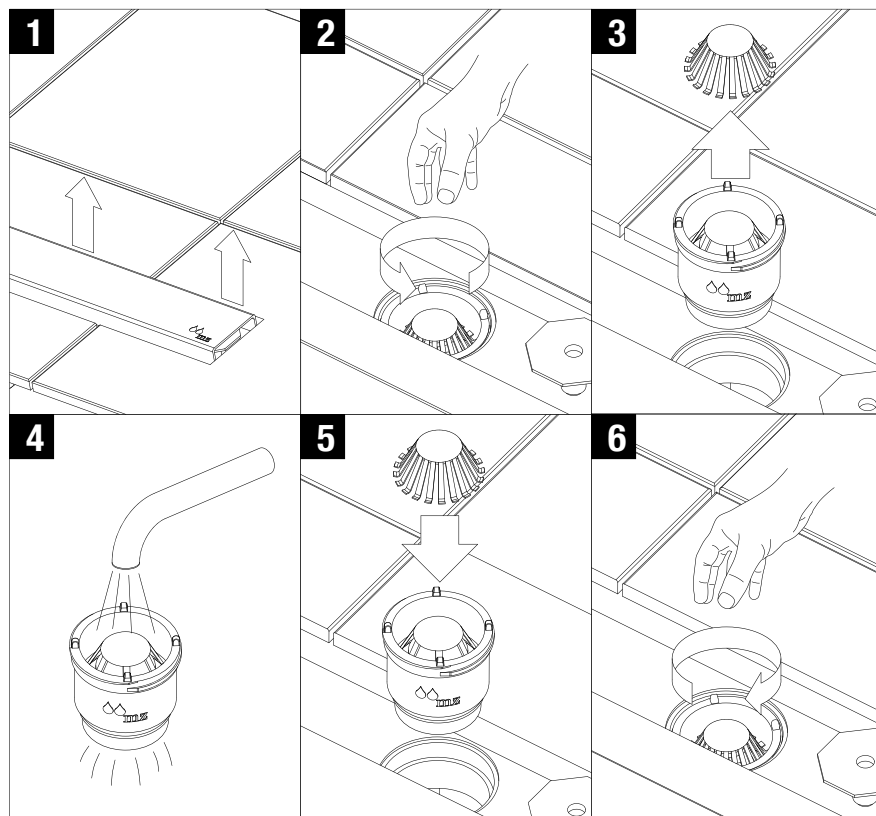
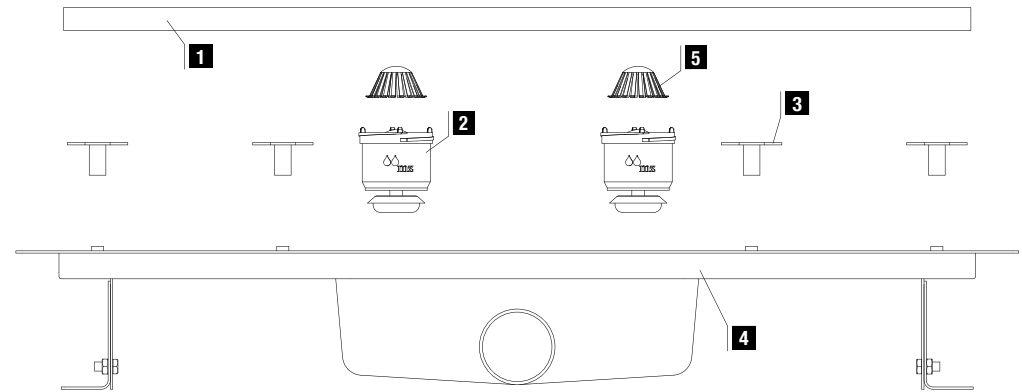

Fig.21
Fig.20
Antes de comenzar el trabajo de albañilería desmontar las válvulas (Fig.20, pieza 2) y guardar hasta que todo el trabajo esté terminado para evitar dañarla (ver Fig.21, puntos 1, 2, 3). Volver a colocar al terminar el trabajo según Fig.21, puntos 5 y 6.
7. Una vez seco el alicatado, quitar el protector con ayuda de un cúter y roscar los apoyos de la rejilla (Fig.20, pieza 3), ajustándolos en altura hasta que la rejilla quede a ras de la baldosa.
Before starting masonry work take out the valve (Fig.20, piece 2) and keep it protected until all work is finished (see Fig.21, points 1, 2, 3). Place the valve again when the work is finished according to Fig.21, points 5 and 6.